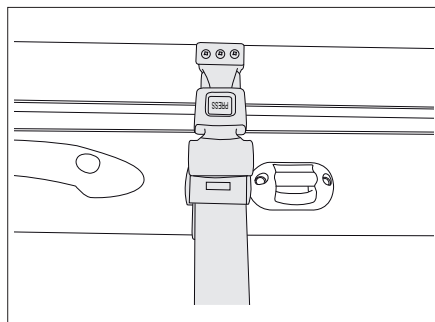

Fig. 127 Ceinture de sécurité du lit escamotable manuel
- Détacher la ceinture de sécurité (Fig. 127).
- Mettre en place la ceinture de sécurité (Fig. 127).